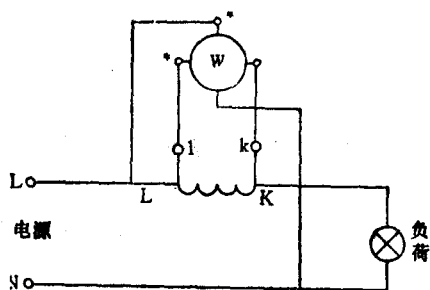

图 1-4
1. 用单相功率表扩大量程测量有功功率 当负载功率超出功率表的量程范围时，通过使用电流互感器来扩大量程，其接线如图1-4所示。